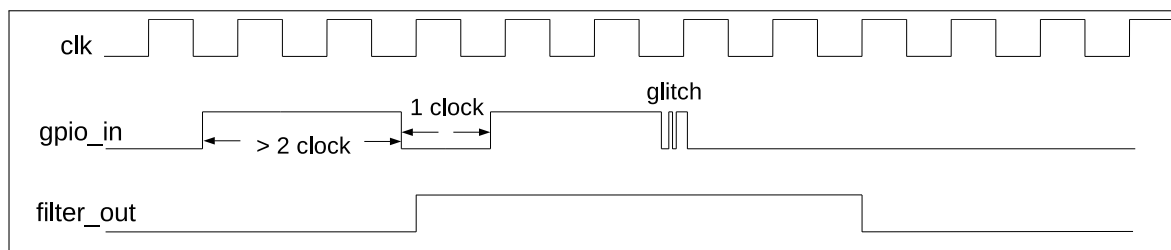

图 5.4-2. GPIO 输入信号滤波时序图
- 可选：置位 `IO_MUX_GPIO n _FILTER_EN` 使能 GPIO 管脚的输入信号滤波功能，如图 5.4-2 所示。只有当输入信号的有效宽度大于两个时钟周期时，输入信号才会被采样。否则，输入信号将会被滤掉。